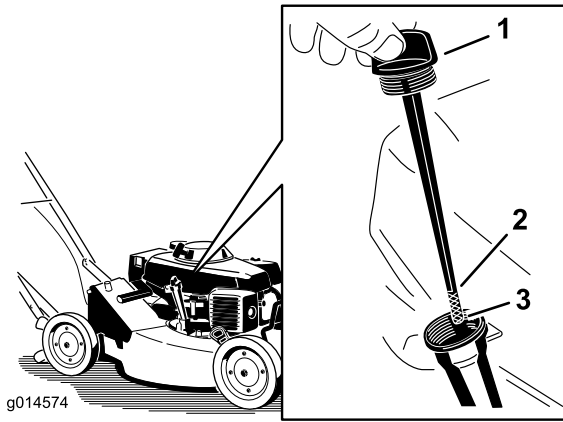

Figura 9
Antes de cada uso, compruebe que el nivel de aceite está entre las marcas inferior y superior de la varilla (Figura 9).
- Limpié alrededor de la varilla (Figura 9).